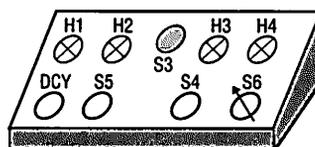

Fig. 3 : Pupitre de dialogue.
c) Poste de dialogue opérateur (fig. 3)